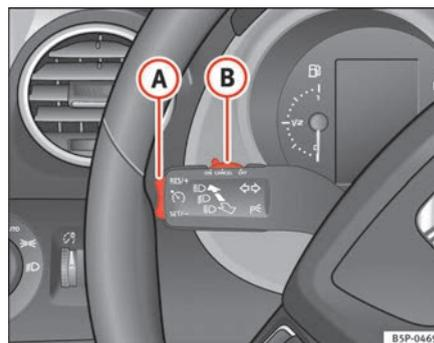

Fig. 149 Alavanca dos indicadores de direcção e interruptor basculante para o regulador de velocidade
- Premir a parte superior do botão basculante **RES/+** ⇒ fig. 149 **A** para aumentar a velocidade. Enquanto o botão basculante estiver a ser premido, o veículo é acelerado. Soltando o botão basculante, fica memorizada a nova velocidade.
Se se reduzir a velocidade com o pedal do travão, desliga-se o regulador da velocidade. Se quer activar de novo o regulador, bastará pressionar uma vez a parte superior do botão basculante **RES/+** ⇒ fig. 149 A.